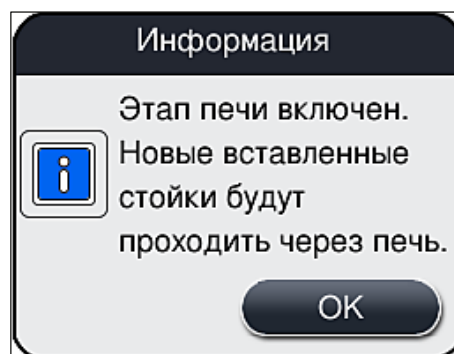

Рис. 37
3. Подтвердите конфигурацию нажатием кнопки **Сохранить** (→ Рис. 33-5), после чего ознакомьтесь с информационным сообщением на дисплее (→ Рис. 37) и подтвердите его нажатием **OK**.